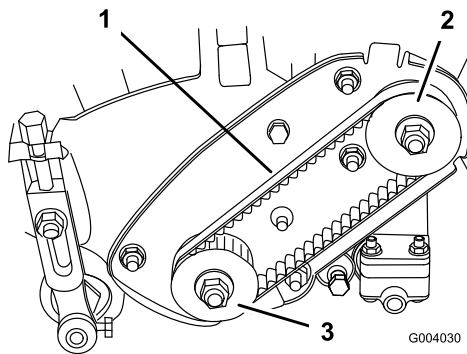

Figure 34
2. Contrôlez la tension de la courroie en exerçant une force de $2 \pm 0,5$ kg à mi-distance entre les poulies (Figure 34). La courroie doit présenter une flèche de 4,8 à 7,9 mm. Si ce n'est pas le cas, passez à l'étape suivante.